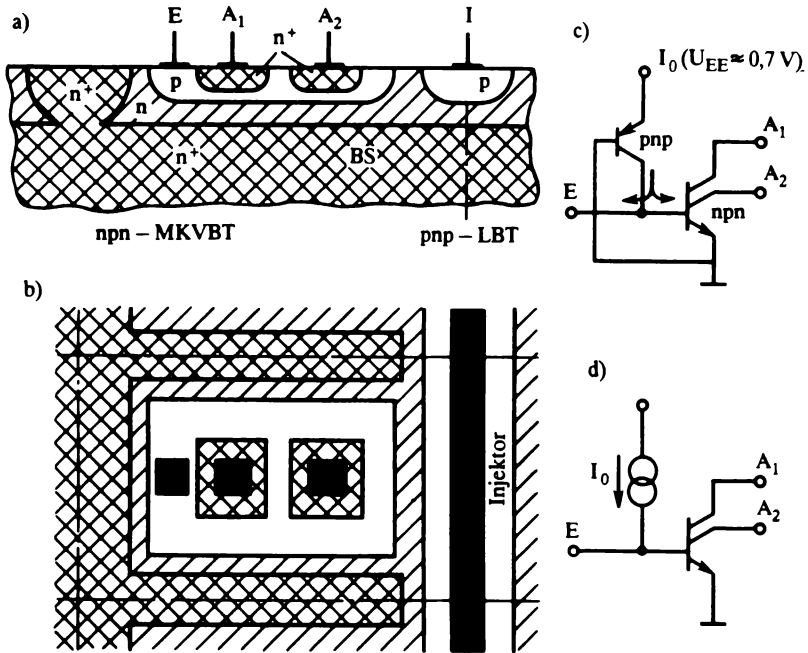

Abb. 10. Integrierte Injektionslogik (I²L)
6. Что показывает рис. 10?
3. Die maßgebliche Technik ist die TTL (Transistor-Transistor-Logik). Mit einem Multiemittertransistor (MET) wird UND-Funktion verknüpft. Die leistungsfähige Schaltstufe mit aktivem Arbeitswiderstand kann für Ausgangsfaktor F_A 10 oder 30 ausgelegt werden. In Schottky-TTL sind alle Transistoren und Dioden, die den Inverszustand (IZ) oder Übersteuerungszustand erreichen, mit einer Schottky-Diode „geklemmt“.
5. In Form der IIL* (integrierte Injektionslogik) liegt aber ein Konzept vor, das die LSI-Bedingungen optimal nutzt und die Forderungen optimal realisiert. Diese Injektionslogik (Abb. 10) läßt sich nur unter LSI-IE-Bedingungen einsetzen und arbeitet mit minimalen Strömen und minimalen Flächenforderungen. Der $\ddot{U}L$ -SS-Schaltransistor T_S wird als Multiemitter-